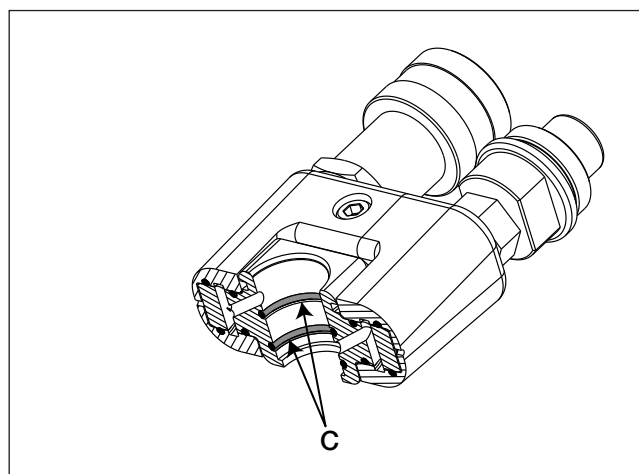

Figura 3, Installazione della guarnizione O-ring - Blocco collettore girevole
6. Installare due nuove guarnizioni O-ring (C) del kit nelle scanalature del blocco collettore girevole. Proteggere le guarnizioni O-ring con uno strato di grasso al silicone prima di installarle. Per la posizione, vedere la Figura 3.
7. Dopo l'installazione, applicare su tutte le guarnizioni O-ring una piccola quantità di grasso al silicone aggiuntivo. Fare scorrere delicatamente il nuovo gruppo girevole TSP (B) nel perno girevole (F).
8. Installare una nuova guarnizione (A) di ritegno dell'anello elastico del kit sul perno girevole (F).